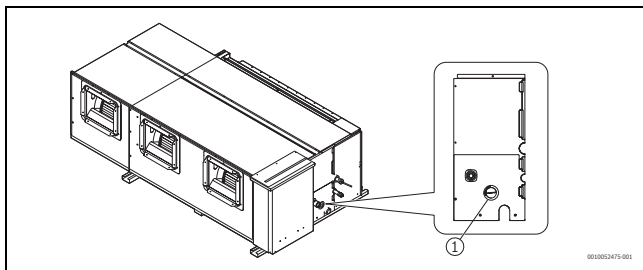

Fig. 161
- ▶ Deschideți capacul de testare a apei (→ Fig. 161) de pe corpul mașinii, acesta trebuie să fie deșurubat în timpul testului de evacuare pentru a verifica dacă pompa pentru drenaj este pornită și dacă există vreo problemă cu pompa pentru drenaj.